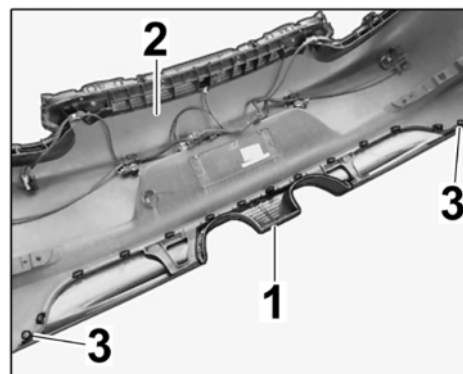

Bild 48
- 9.4 Heckschürze $\Rightarrow$ Bild 48 -1- in Heckverkleidung $\Rightarrow$ Bild 48 -2- clipsen.
Schrauben $\Rightarrow$ Bild 48 -3- festdrehen.